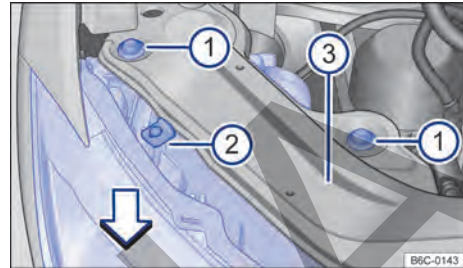

Fig. 122 En el compartimento del motor: tornillos de fijación del farol delantero.
- Retirar los tornillos de fijación → fig. 122 ⓘ con ayuda de una llave torx.
- Mover el faro hacia delante, en la dirección de la flecha → fig. 122, hasta que los dos clics de la parte inferior se desacoplen y permitan retirar el farol.
- Volver a colocar el farol con cuidado hasta que los dos clics inferiores encajen y el tope superior → fig. 122 ⓘ apoye en el soporte del farol ⓘ.
- Presionar el farol contra el tope central superior ② y apretar los tornillos ① con la llave torx.